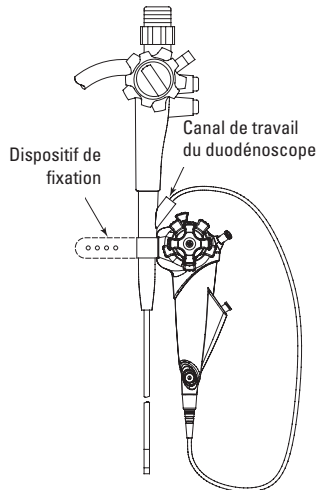

Figure 2.0 : Cathéter d'accès et d'administration SpyScope fixé au duodéno-scop
- Fixez le cathéter d'accès et d'administration SpyScope au tube du duodéno-scop, sous le canal interventionnel, en serrant le dispositif de fixation se trouvant sur la poignée du cathéter autour du duodéno-scop. (Voir Figure 2.0)